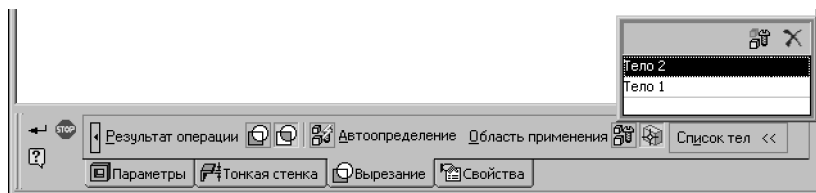

Рис. 100.6. Задание области применения вырезаемого элемента выдавливания
- ▼ При вырезании формообразующих элементов область применения задается на вкладке **Вырезание** Панели свойств (рис. 100.6).